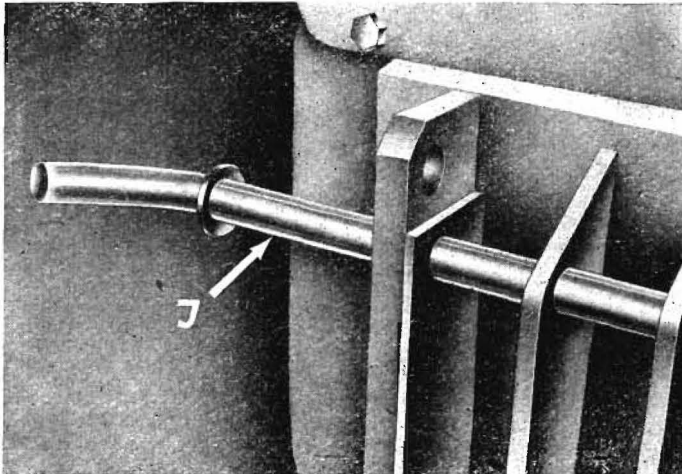

Bild 8
Die obere Bohrung am Anschlußbock wird durch die Steckbolzen (I) welche zum Traktor gehören, mit den unteren Bohrungen der Haltetaschen des Traktors verriegelt. (Bild 8)